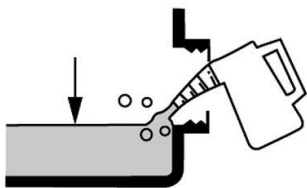

Рис.2
2. Добавьте масло (тип масла: 15W/40 SE) 260 мл (рис. 2), закройте крышку маслозаливной горловины и протрите ее тряпкой, затем верните генератор в рабочее положение.